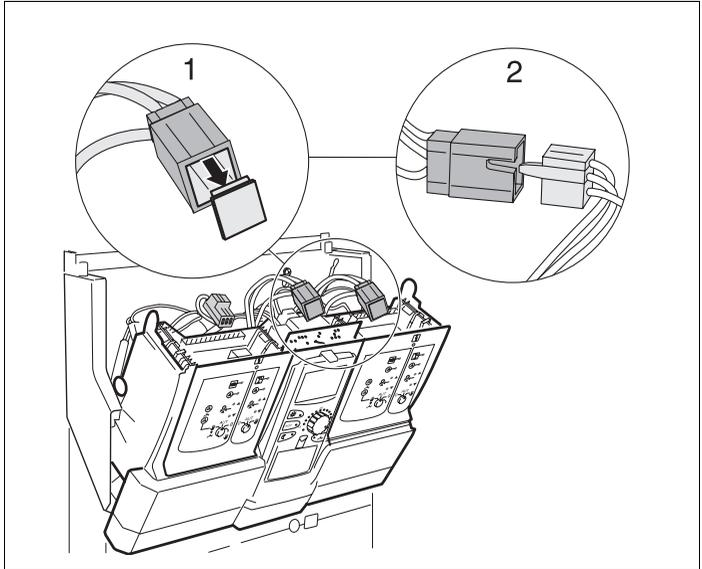

Fig. 8 Raccorder le point de connexion 2 au réseau
- Retirer la fiche borgne (voir détail 1 de la fig. 8) de la fiche tripolaire (faisceau de câbles).
- Insérer la fiche de raccordement du module de 230 V dans la fiche tripolaire (voir détail 2 de la fig. 8).